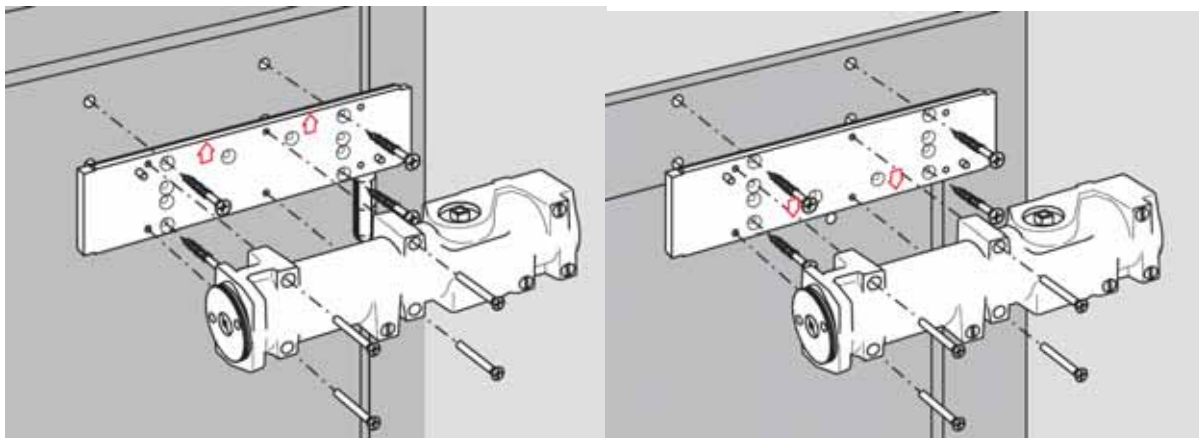

Рис. 9.
2. Сделайте крепежные отверстия для монтажной пластины корпуса и скользящего канала. Установите монтажную пластину. Стрелки на пластине всегда должны быть обращены в сторону щели между дверью и рамой (см. **Рис. 9**).